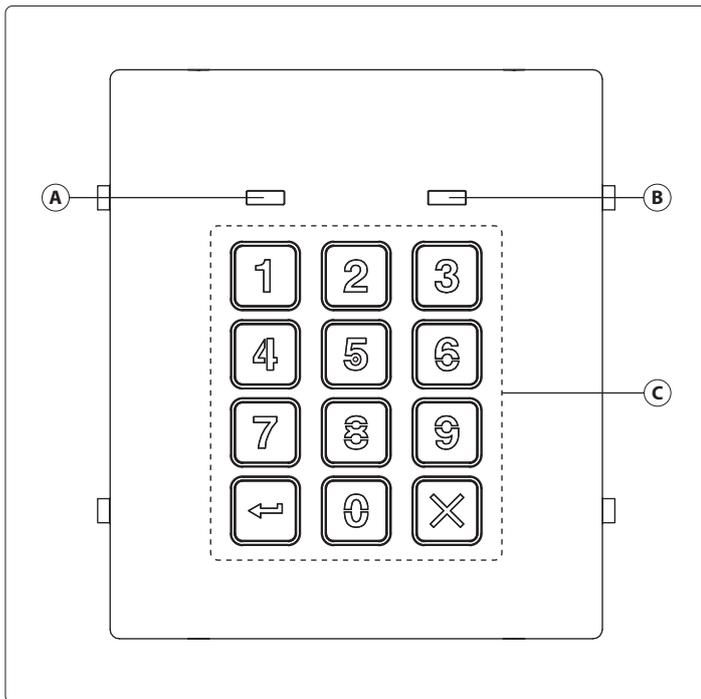

Fig. 1 Devant
- Une fois l'alimentation du module clavier numérique rétablie, attendre que celui-ci émette un son et que le voyant d'état rouge (Fig. 1, Ⓑ) clignote une fois
- Attendre le son de confirmation et que le voyant d'état rouge (Fig. 1, Ⓑ) clignote une nouvelle fois
- Une fois l'alimentation du module clavier numérique rétablie, attendre que celui-ci émette un double son et que le voyant d'état rouge (Fig. 1, Ⓑ) clignote une fois